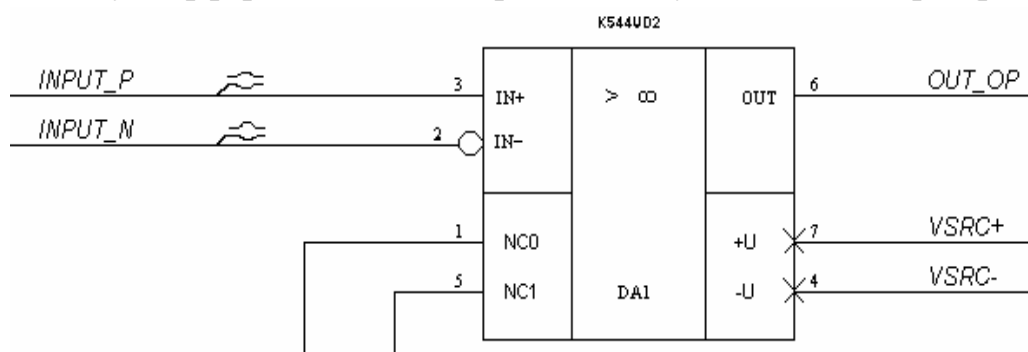

Рис. 7.15
2. Активизировать команду Place>>Directives>>Differential Pair и поместить метку дифференциальной пары на каждую из цепей пары (рис. 7.15).